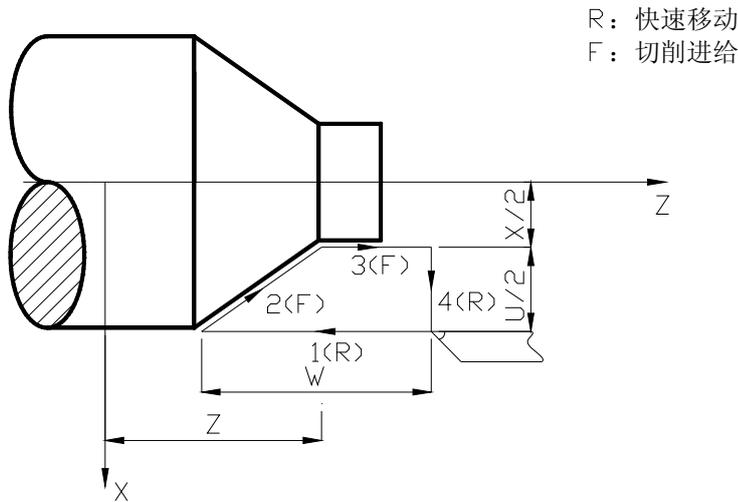

图3.33 锥度端面切削循环轨迹
2) R: 切削起点与切削终点Z轴绝对坐标的差值, 当R与U的符号不同时, 要求 $|R| \leq |W|$, 端面切削循环轨迹如图3.32, 端面锥度切削循环轨迹如图3.33, 单位: mm。
3) G94指令中当没有指定新的X (U), Z (W), R时, 前面指令的数据均有效;
4) G94指令中对于X (U), Z (W), R的数据, 当指令了G04以外的非模态G指令或G00、G01、G02、G03、G32时, X(U)、Z(W)、R的指定值被清除;